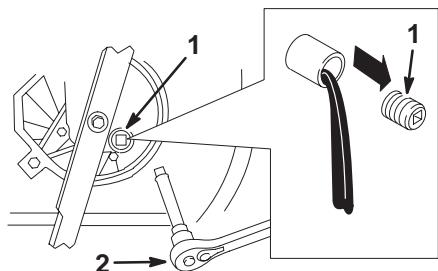

Figure 21
- Enlevez le bouchon de vidange, remettez la tondeuse dans sa position normale de fonctionnement et laissez l'huile s'écouler dans le bac de vidange (Fig. 21).